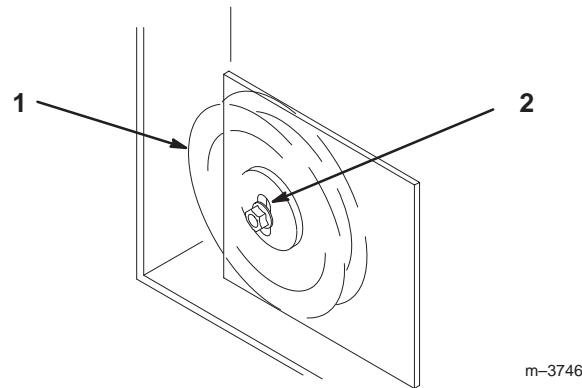

Figure 70
- Si un réglage est nécessaire, desserrez la poulie de renvoi fixe de la plaque de support droite et déplacez-la en haut ou en bas de la fente de réglage (Fig. 70). Pour détendre la courroie, tirez sur la poulie de tension rappelée par ressort.